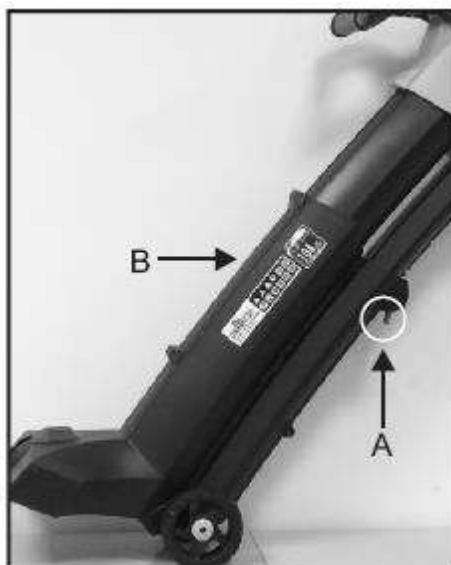

Bild 1
1. Drücken Sie den Knopf für Höhenverstellung (A) und ziehen Sie das Rohr des Saugers / Gebläse (B) auf die gewünschte Länge. (Bild 1) kann bis zu 300 mm eingestellt werden.